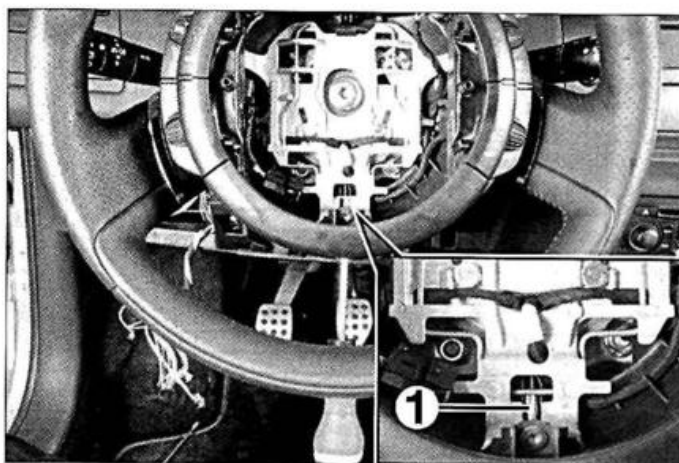

FIG. 1
- Desconectar la batería y esperar el tiempo necesario. Con un destornillador protegido (con un trozo de cinta adhesiva por ejemplo), desbloquear el muelle de sujeción (1) por simple presión (fig. 1).